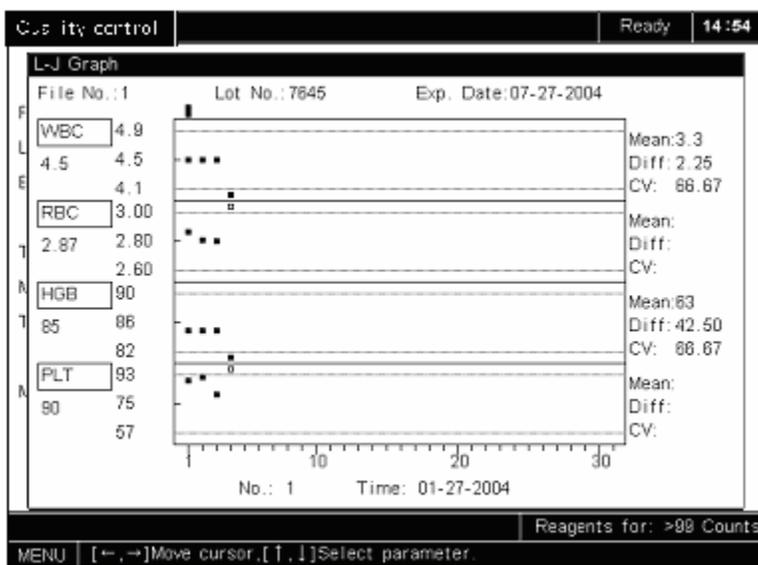
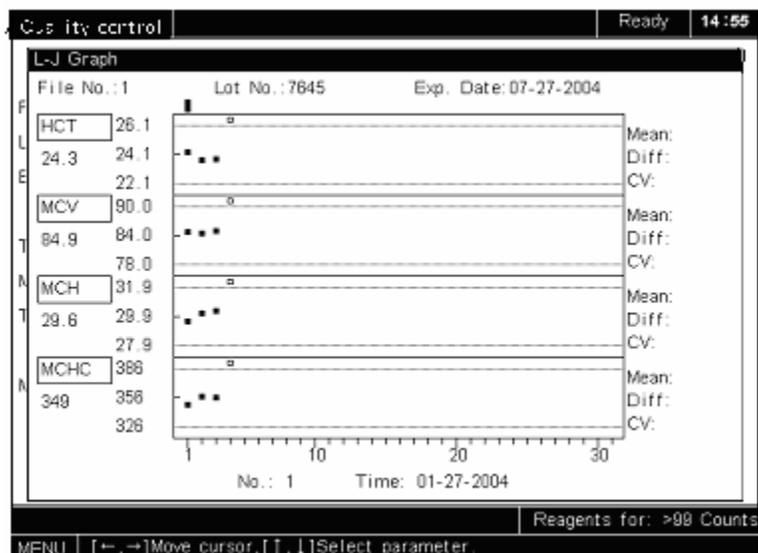

Рисунок 8-13 Окно графиков L-J (1)
Рисунок 8-14 Окно графиков L-J (2)
В окне “Quality control” нажмите [F4], чтобы войти в окна “L-J Graph”, которые отображены на рис. 8-13 и рис. 8-14.
- Для каждого параметра верхняя прерывистая линия графика L-J отображает верхнюю границу ожидаемого результата анализа. Это величина (4.9 в случае с WBC в **рис. 8-13**) равняется Среднему значению + Граница и отображается слева от линии.
- Для каждого параметра нижняя прерывистая линия графика L-J отображает нижнюю границу ожидаемого результата анализа. Это величина (4.1 в случае с WBC в **рис. 8-13**) равняется Среднему значению – Граница и отображается слева от линии.
- Для каждого параметра, его ожидаемый результат (4.5 в случае с WBC в **рис. 8-13**) отображается между величин верхней и нижней прерывистой линии.